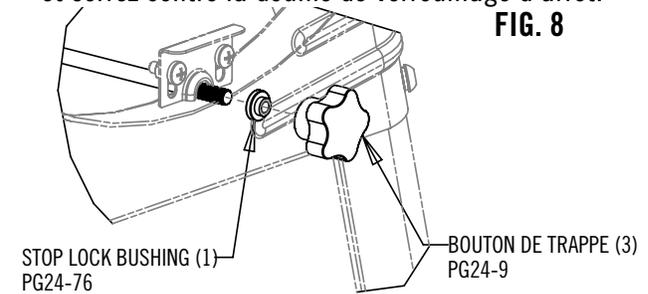

FIG. 8
3. Assemblez la bague de blocage d'arrêt sur la tige de retrait du brûleur, comme indiqué sur la Fig. 8. Assurez-vous que le plus grand côté de la bague est orienté vers le gril.